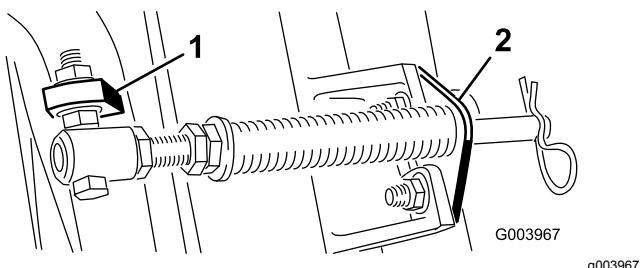

Рисунок 11
Примечание: Головку болта следует расположить в направлении наружной стороны выступа, как показано на Рисунок 11.
- E. Присоедините кронштейн штока к выступам режущих блоков с помощью каретных болтов и гаек (Рисунок 11). При установке кронштейна штока установите на режущем блоке левую направляющую шланга на передние выступы режущего блока (Рисунок 13).